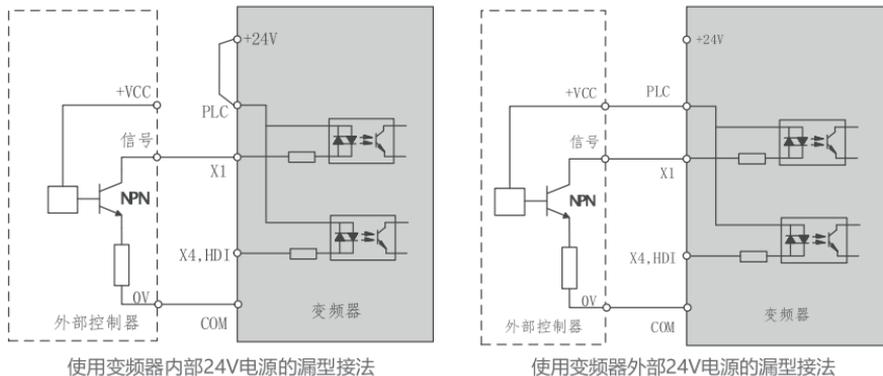

图5-4-3 漏型连线方式
- 1) 使用变频器内部的24V电源, 是一种最常用的接线方式, 将变频器PLC 与+24V 端子短接, 将变频器COM 端子与外部控制器的0V连接, 接线方式如图5-4-3。
- 2) 如果使用外部24V电源, 必须把+24V 与PLC 间的短接片去掉, 把外部电源的+24V 正极接在PLC 端子, 外部电源0V经控制器控制触点后接到相应的X端子, 接线方式如图5-4-3 所示。